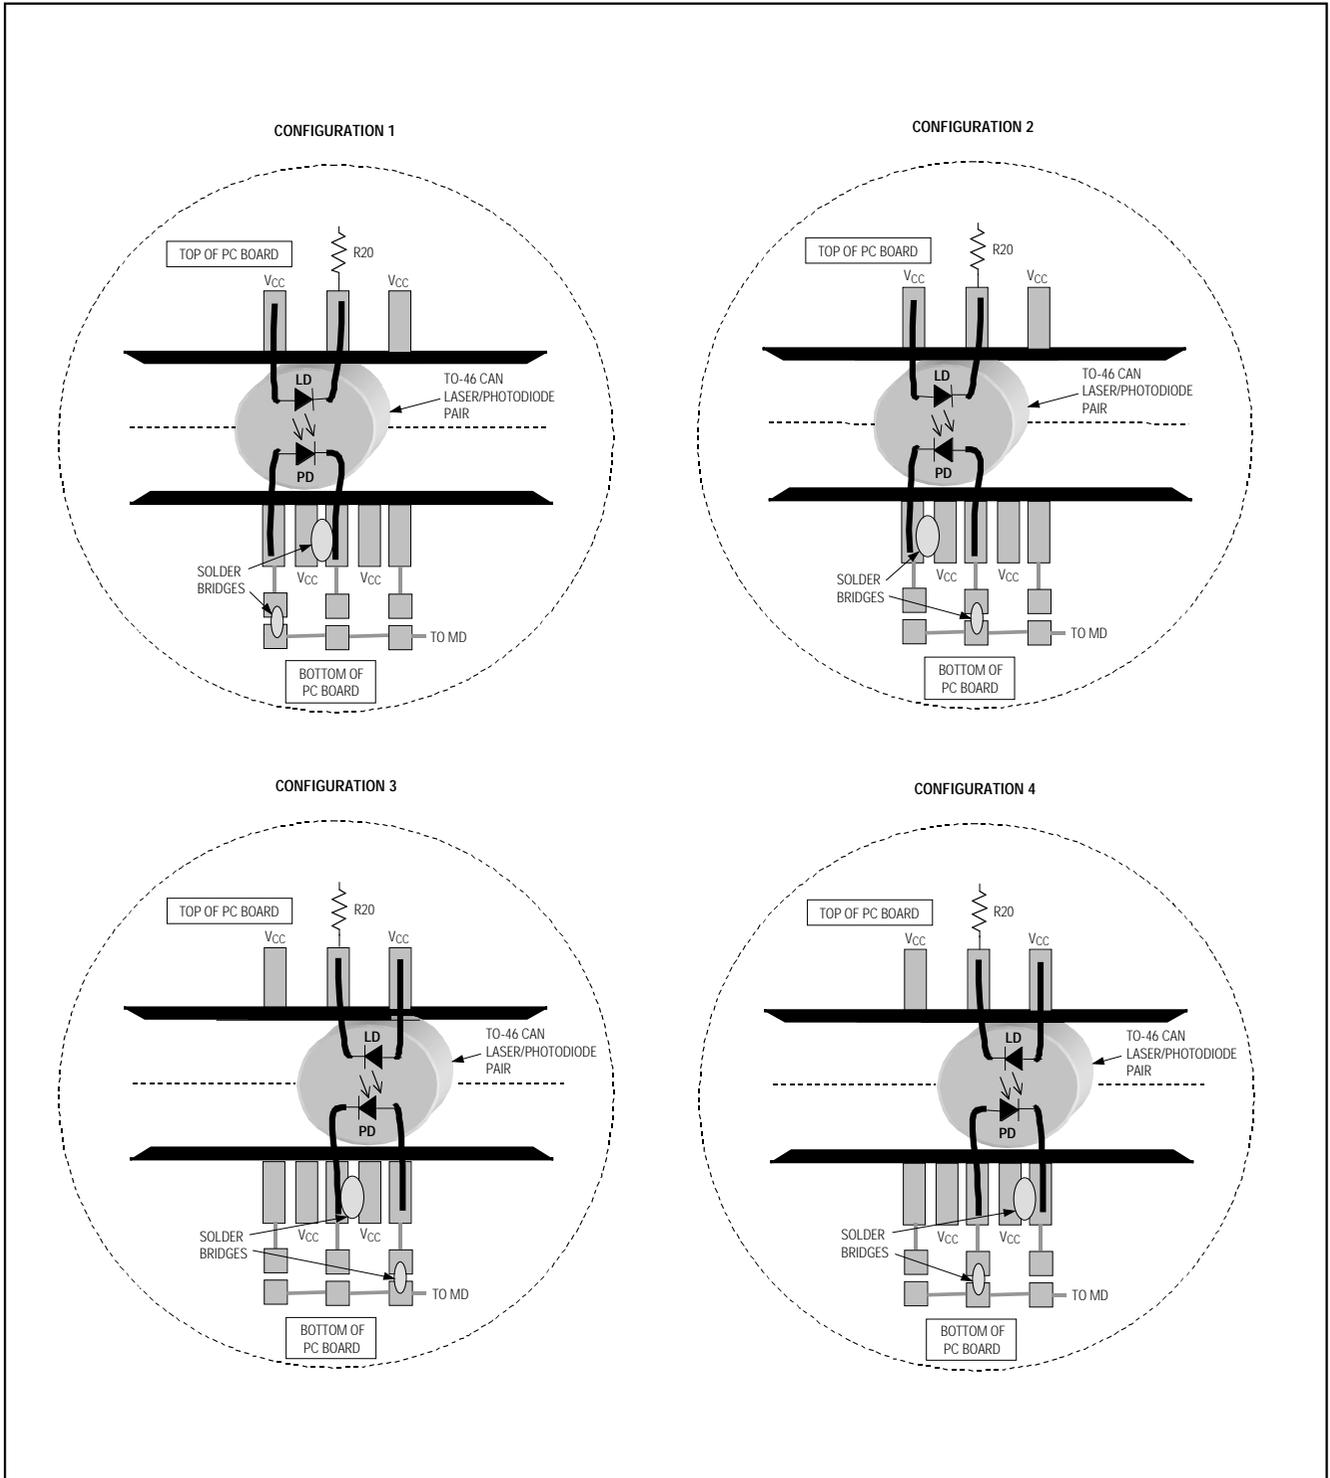

図1. レーザダイオード/モニタダイオードのMAX3869EVキットへの取付け
- 3) 本EVキットは、様々なピン構成のレーザ/モニタダイオードを接続できるように設計されています。モニタダイオード付のTOヘッダ式レーザ(図1)は下記の方法で接続します。
- モニタフォトダイオードをプリント基板の下面(ハンダ面側)にある5つのパッドのうちの2つ(レーザダイオードパッドの直下)に接続します。これらのパッドのうちの3つ(真中と両外側)は初めは接続されていません。残りの2つのパッドはV_{CC}に接続されています。モニタフォトダイオードのアノードとカソードを、接続されていない3つのパッドのうちの任意の2つにハンダ付けします。次に、該当するハンダジャンパを短絡することによってアノードをMDピンに接続します(図1)。隣接するV_{CC}パッドへのブリッジをハンダで作ることにより、カソードをV_{CC}に接続します。